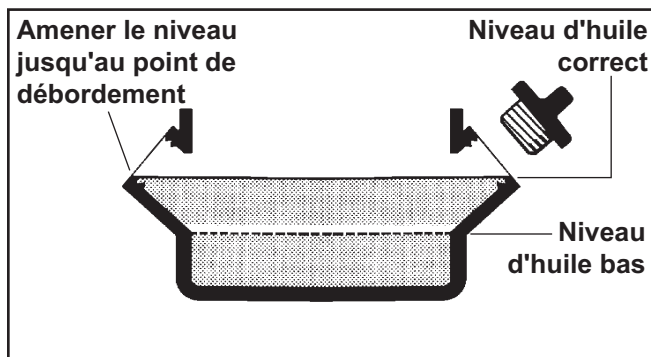

Figure 6-2. Vue en coupe du niveau d'huile correct.
4. Le niveau d'huile doit être au point de débordement du goulot de remplissage. Voir la Figure 6-2.